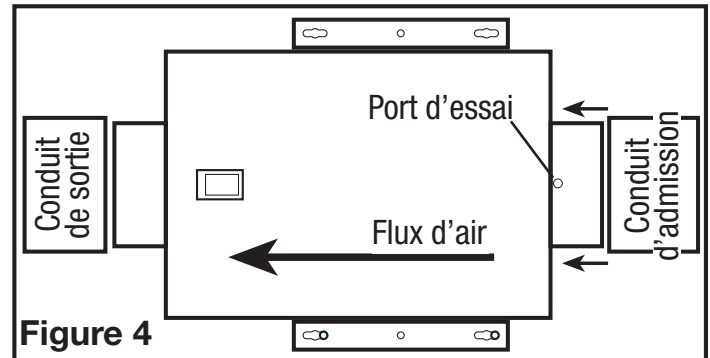

Figure 4
- Raccordez les conduits au collet du conduit du ventilateur (Figure 4). Scellez les conduits dans le boîtier à l'aide d'un ruban approprié. Utilisez des vis ou des pinces appropriées pour les fixer en place. Assurez-vous que l'entrée d'air frais est raccordée à un orifice d'admission correctement installé, qui est une hotte contre les intempéries avec un écran anti-insectes pour protéger l'entrée d'air. Il est recommandé d'utiliser des raccords d'extrémité à faible restriction.